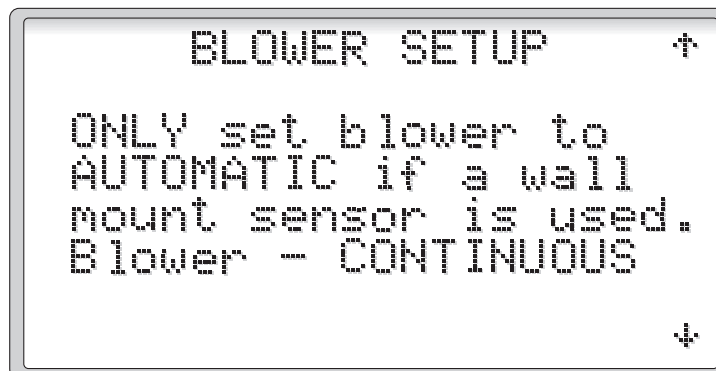

Figure 22
2.3.4.1.1 Configuration - Blower Setup (Figure 22)